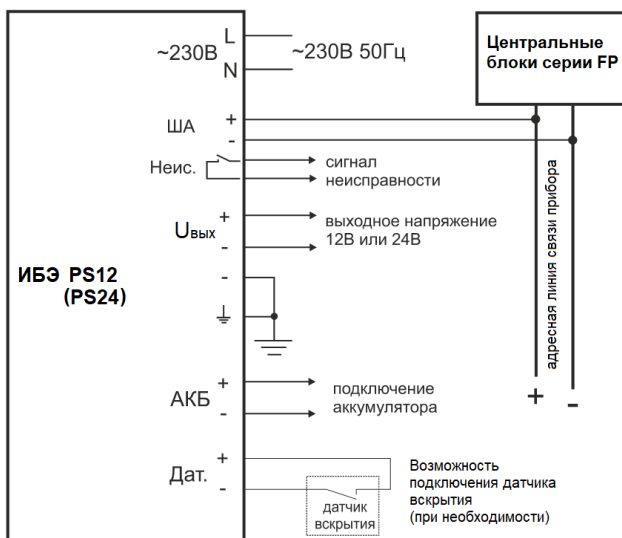

Рис. 1. Схема подключения ИБЭ.
6.2.2 Согласно схем, изображенных на рис. 1, 2 и 3: